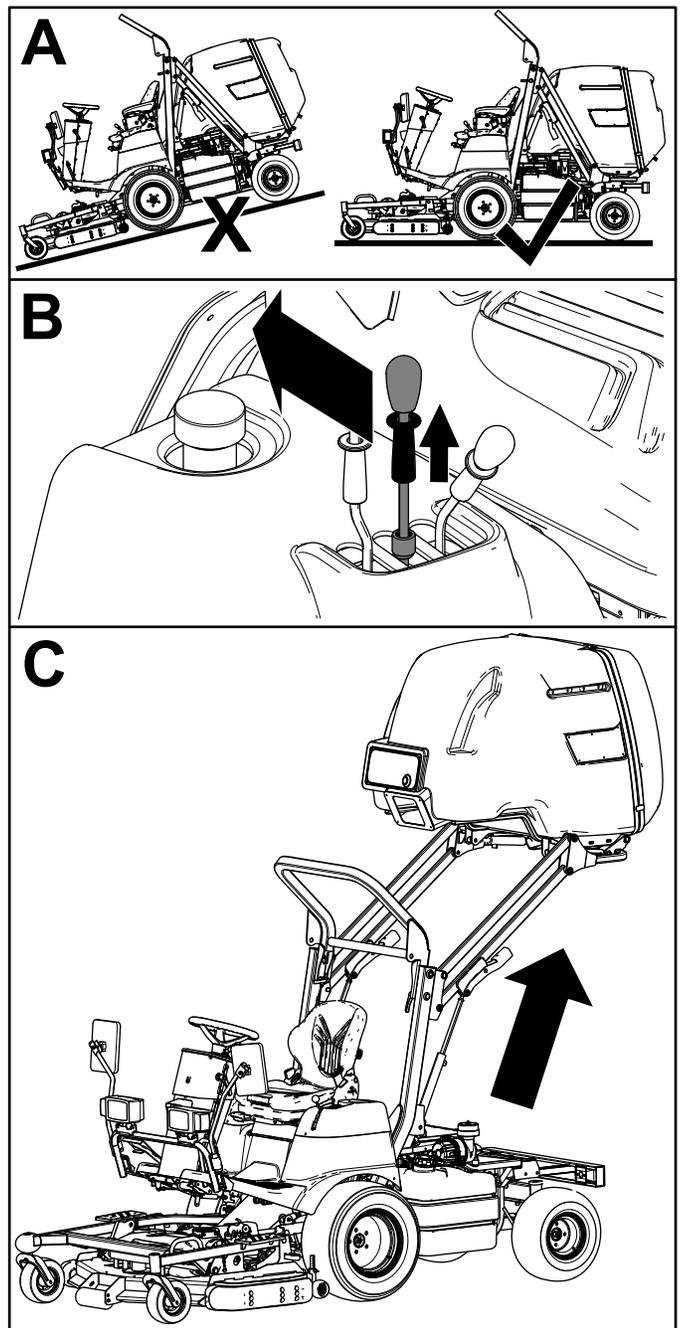

Figura 23
2. Puxe o aro de bloqueio da alavanca de elevação da tremonha para cima e mova a alavanca para trás para elevar a tremonha (Figura 23).